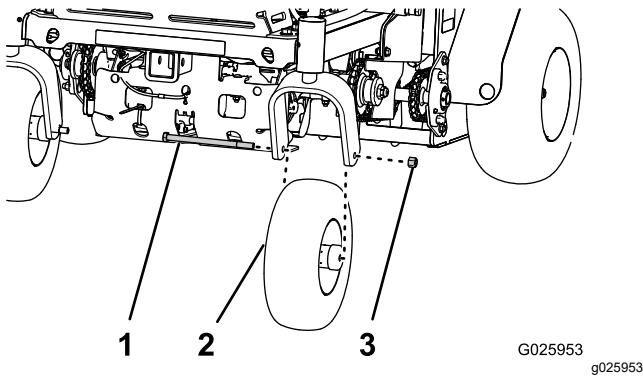

Figure 26
3. Retirez l'écrou et le boulon de roue, et déposez la roue pivotante de la fourche (Figure 26).
- Placez le trou dans l'arbre de la roue pivotante entre les trous de la fourche (Figure 26).
- Fixez la roue à la fourche au moyen de l'écrou et du boulon (Figure 26) que vous avez retiré à l'opération 3 de *Dépose des roues pivotantes* (page 32).